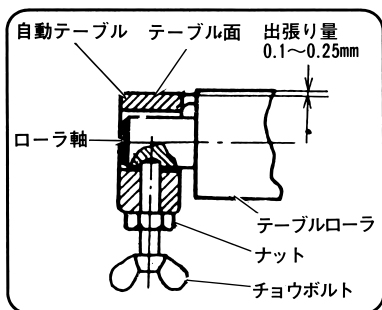

図 21
(2) テーブル面からのテーブルローラの出張り量は 0.1~0.25mm (はがき 1 枚の厚さ程度) にしてください。(図 21, 22)